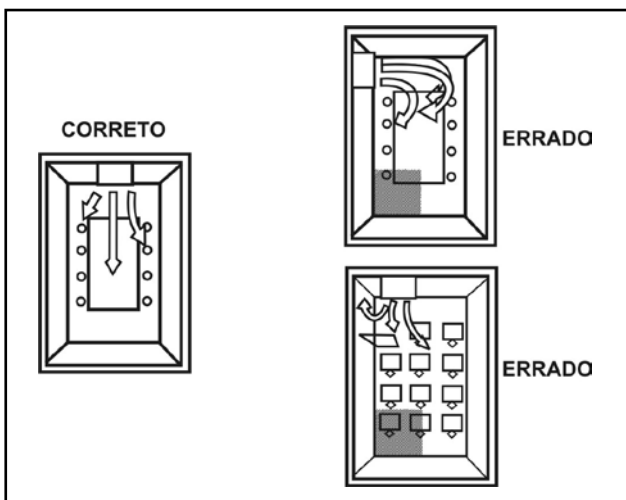

Figura 18 - Posição da evaporadora no ambiente
- j) A posição para instalação da unidade deve ser tal que permita a circulação uniforme do ar em todo o ambiente (figura 18).